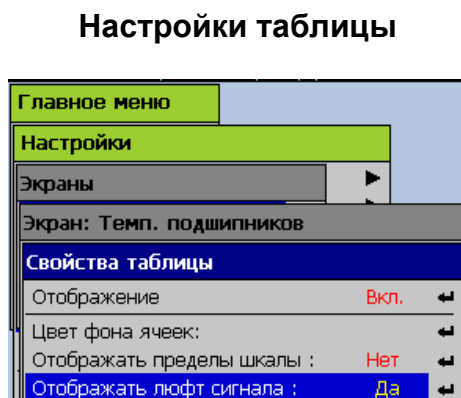

Рисунок 2.44
Неподвижные фоновые элементы мнемосхемы создаются на ПК с помощью любой программы редактирования растровых изображений и сохраняются в графический файл. В качестве изображения также может использоваться непосредственно фотография, контролируемого объекта или узла. Рекомендуемый размер файла изображения не должен превышать 1280x1024 точек. Допустимые расширения файлов изображений: *.bmp, *.jpg, *.gif, *.png. Все изображения, предназначенные для использования в мнемосхемах регистратора, загружаются на USB-flash накопитель в директорию **PMT_IMG** (все символы латинского алфавита!). Для добавления/изменения фонового изображения мнемосхемы используется первый слева элемент (1) на панели инструментов (рисунок 2.44а), после нажатия Enter на котором произойдет считывание с вставленного заранее съемного USB-flash накопителя файлов изображений и отображение их в списке (б) для выбора.
Рисунок 2.44а
Рисунок 2.44б
Рисунок 2.44в